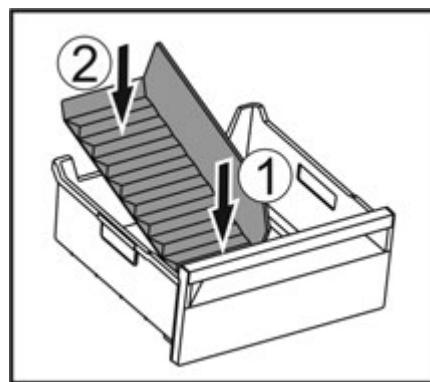

Fig. 127
- Вставити передню частину перегородки відділення для льоду. Fig. 127 (1)
- Опустити задню частину перегородки відділення до dna ящика для кубиків льоду. Fig. 127 (2)